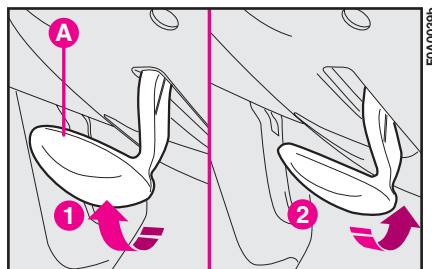

fig. 63
- 1) Spostare la leva **A**-fig. 63 in posizione 1.